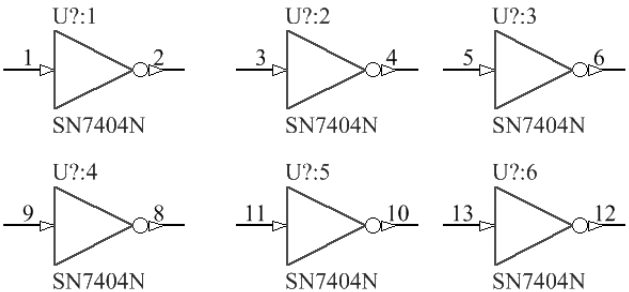

图 2-15 选择“数字”后的 SN7404N 原理图
- 在选择“数字”情况下，放置 SN7404N 的 6 路非门后的原理图如图 2-15 所示，可以看到元器件后缀的区别。